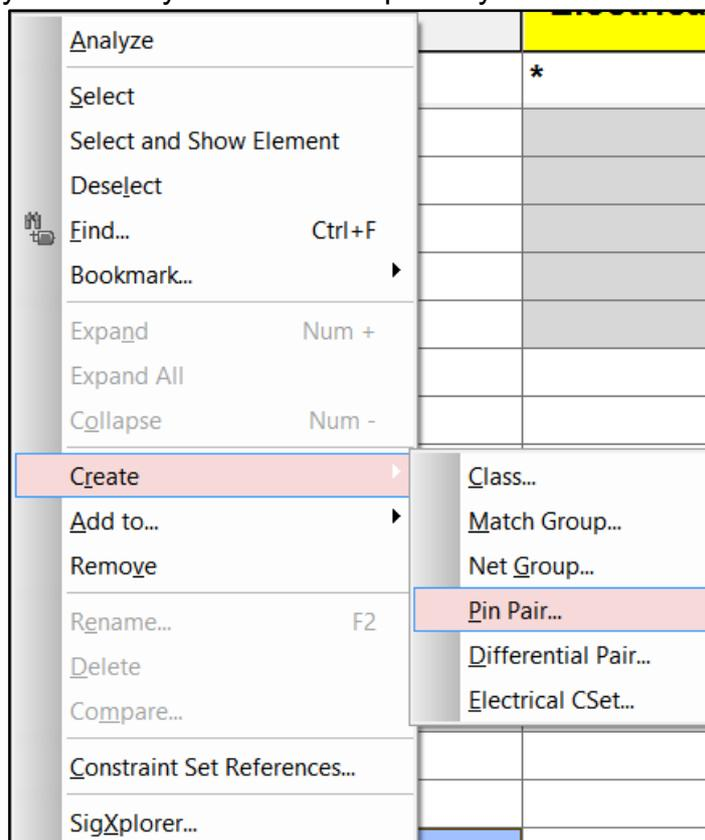

Рис. 6.30 Создание пары пинов.
- Нажать правую клавишу мышки и выбрать пункт Create->Pin Pair (Рис. 6.30).